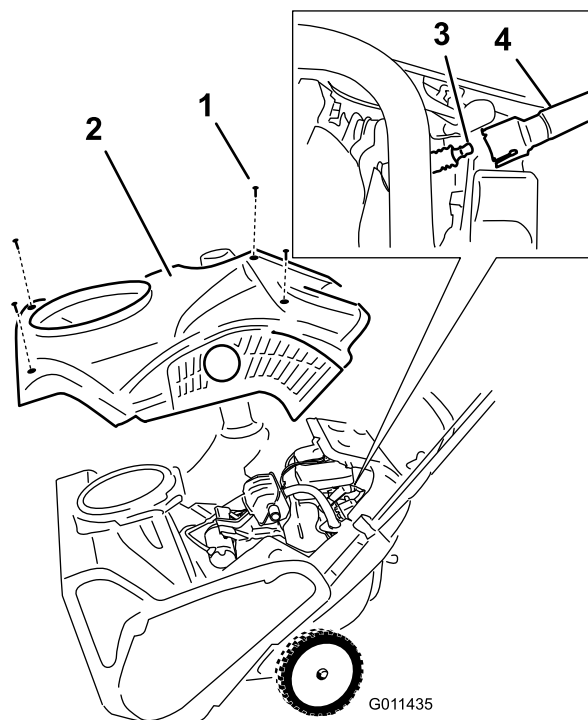

Рисунок 34
4. Снимите 4 винта, которые крепят кожух (Рисунок 34).
6. Извлеките масломерный щуп (Рисунок 34).